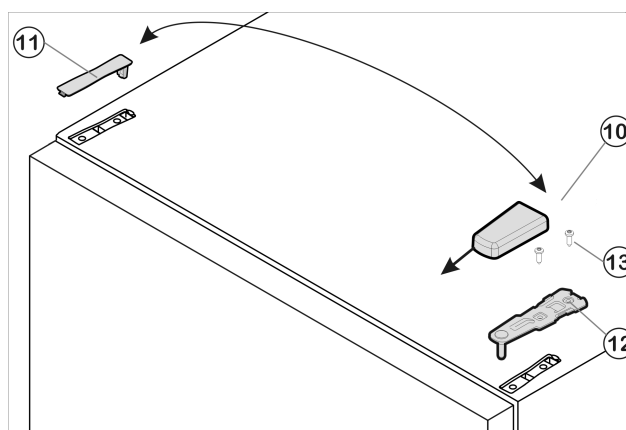

Fig. 20
- Enlever le cache Fig. 20 (10) en le tirant vers l'avant puis vers le haut.
- Retirer le cache Fig. 20 (11).
- Dévisser la charnière supérieure Fig. 20 (12) (2 vis Torx 25) Fig. 20 (13) et l'enlever par le haut.
- Placer la charnière supérieure Fig. 20 (12) sur le nouveau côté charnière dans la porte.
- Visser le support d'appui supérieur Fig. 20 (12) avec un couple de serrage de **3 lb-ft (4 Nm)** (2 Torx 25) Fig. 20 (13). Pointer les trous de vissage ou utiliser une visseuse sans fil.
- Faire encliqueter le cache Fig. 20 (10) et le cache Fig. 20 (11) du côté opposé.